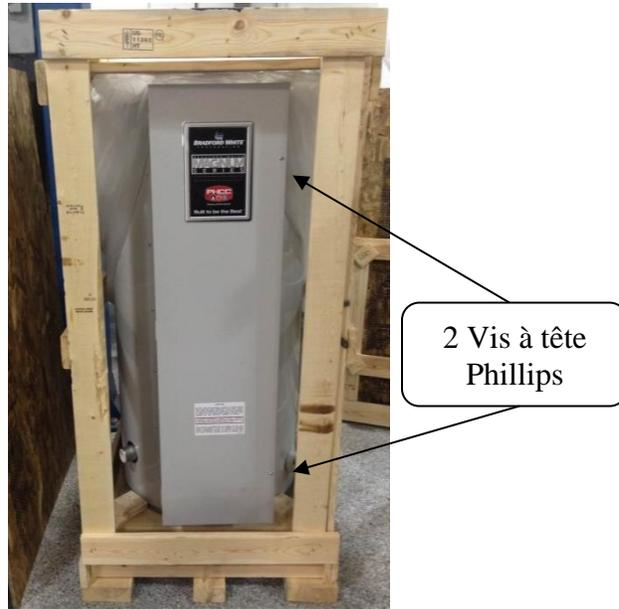

Figure 2. Vis de l'armoire de commande
2. À l'aide d'un tournevis à tête Phillips, retirez les deux vis de l'avant droit de la porte de l'armoire de commande et mettez-les de côté (voir figure 2). Ouvrir la porte de l'armoire de commande pour accéder aux composants électriques.